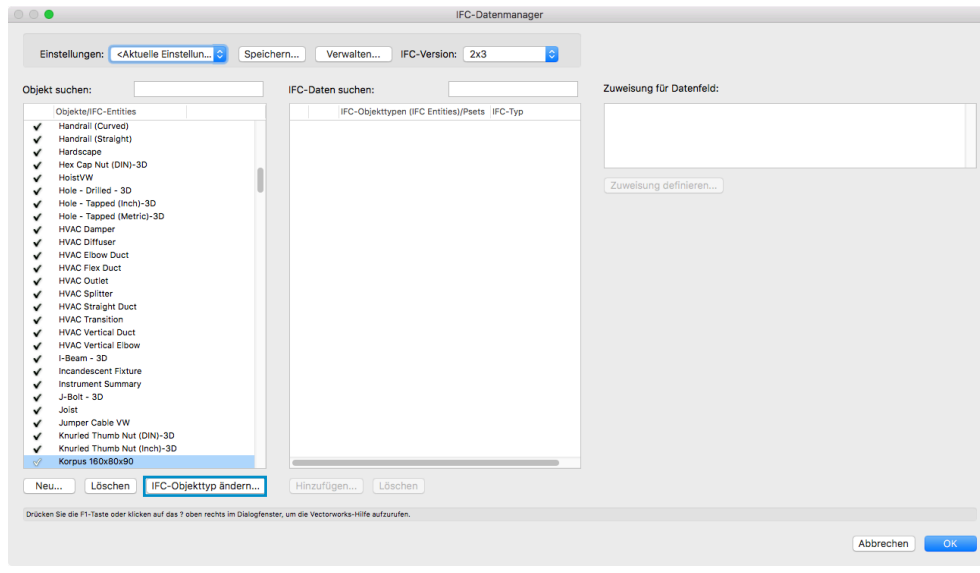

BILD 16
1. Klicken Sie auf **IFC-Objekttyp ändern** (BILD 16).